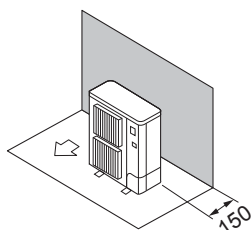

Fig. 2-3
- ① Obstáculos sólo en la parte trasera (Fig. 2-3)